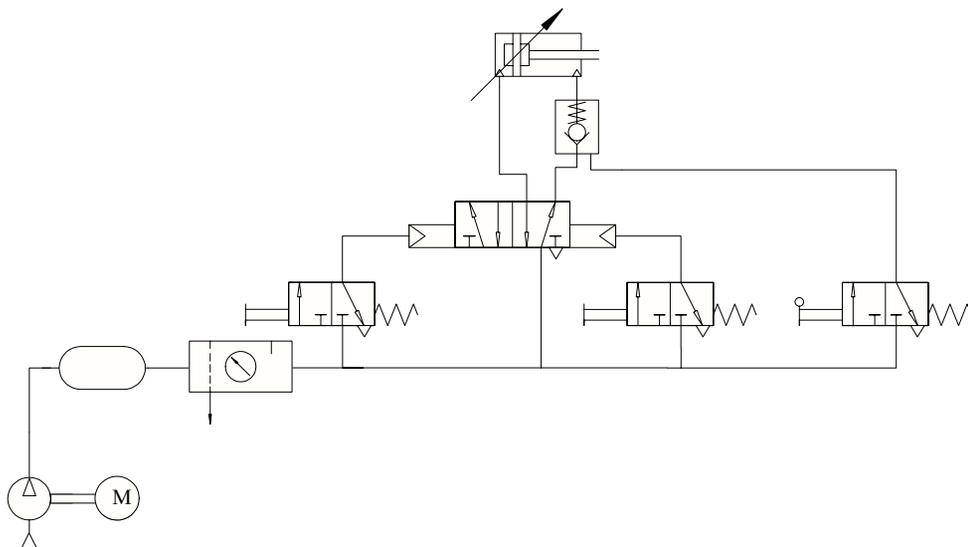

Figura 8.3. Pilotaje de una válvula antirretorno.
11. Proceder a armar el circuito que se muestra en la figura 8.3.
15. Modificar el circuito de la figura 8.3, para que el pilotaje provenga de la línea de alimentación de la extensión del actuador.
16. Construir en el banco de pruebas el circuito de la figura 8.3, modificado.